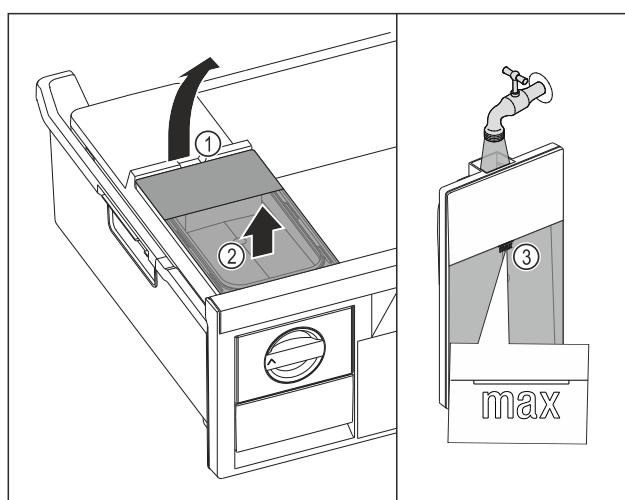

Fig. 75
- ▶ Ridicați rezervorul de apă de la degajare Fig. 75 (1).
- ▶ Scoateți rezervorul de apă în sus Fig. 75 (2)
- ▶ Umpleți rezervorul de apă până la marcaj Fig. 75 (3) cu apă potabilă.